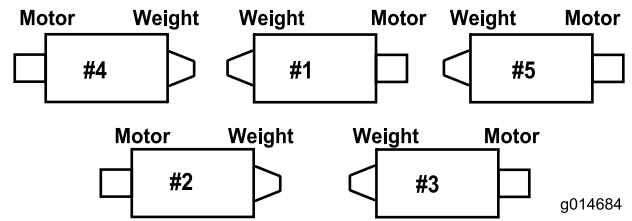
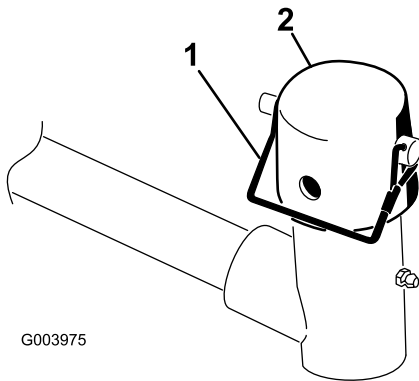

Figura 6
**Figura 8**
**Importante:** En las unidades de corte N° 4 (delantera izquierda) y N° 5 (delantera derecha) (Figura 6), utilice las tuercas de montaje del soporte de la varilla para instalar las guías de las mangueras en la parte delantera de las pestañas de la unidad de corte (Figura 7). Las guías de las mangueras deben estar inclinadas hacia la unidad de corte central (Figura 7 y Figura 8).